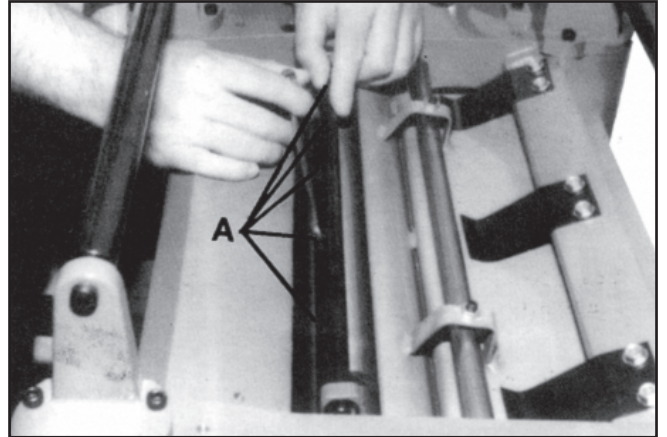

Figura 14
2. Afloje ligeramente los cinco tornillos (A, Figura 14).
3. Coloque cuidadosamente el calibrador de cuchillas (B, Figura 14) sobre la cabeza de corte como se muestra en la Figura 14. Cuando está bien ajustada, el borde de la cuchilla debe tocar apenas la parte inferior de la protuberancia.
6. Apriete firmemente los tornillos (A, Figura 14).